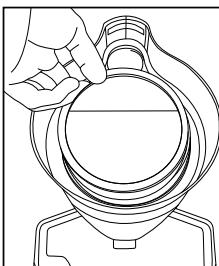

Fig. 3
2. Retirez le filtre blanc à débit élevé en saisissant le haut du filtre et en le tirant vers le haut (Fig. 3).
3. Retirez le filtre blanc à débit élevé en saisissant le haut du filtre et en le tirant vers le haut (Fig. 3).